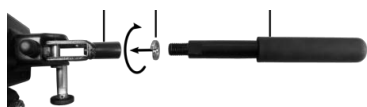
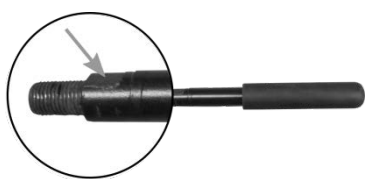

Figure 7 : Montage du levier de serrage
Figure 8 : Surface de clé
Passer la rondelle à ressort (8a) sur le pas de vis du levier de la fixation rapide (8). Visser le levier de serrage dans le manche (7) de la fermeture rapide, figure 7. Vissez le levier de serrage (8) dans le logement du levier de serrage (7) de la fermeture rapide. Vissez-le dans le logement et serrez la rallonge du levier de serrage à l'aide d'une clé (le levier de serrage dispose d'une surface de clé d'une largeur de clé de 17, voir Fig. 8).